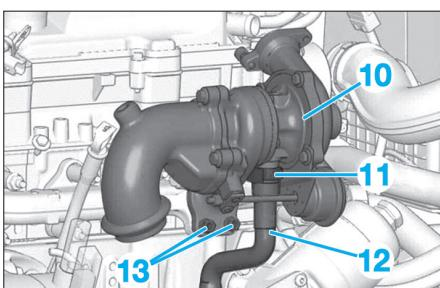

Fig. 39
- les 4 joints d'étanchéité (9),
- le tube de graissage du turbocompresseur (8).
- Déposer le collier (11) (Fig.39).